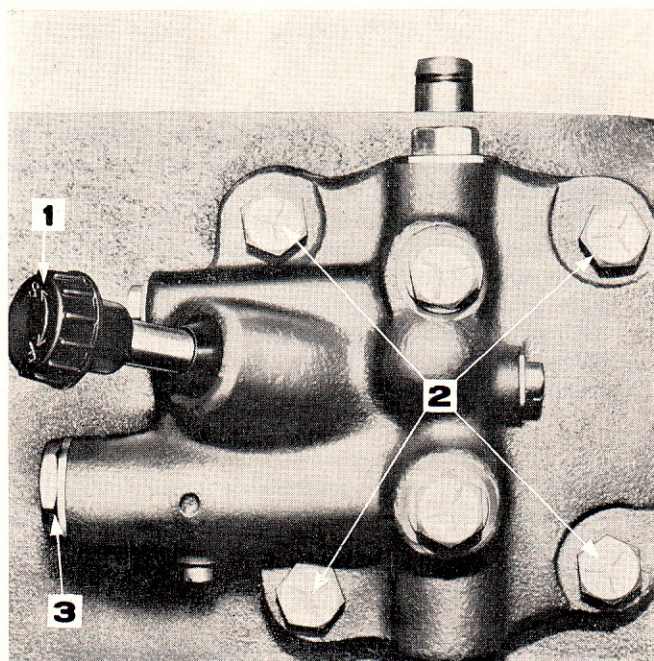

Figure 42: Couvercle de régulateur de débit
4. Desserrer les quatre boulons fixant le couvercle de régulateur de débit sur le carter central de pont arrière (Figure 42).